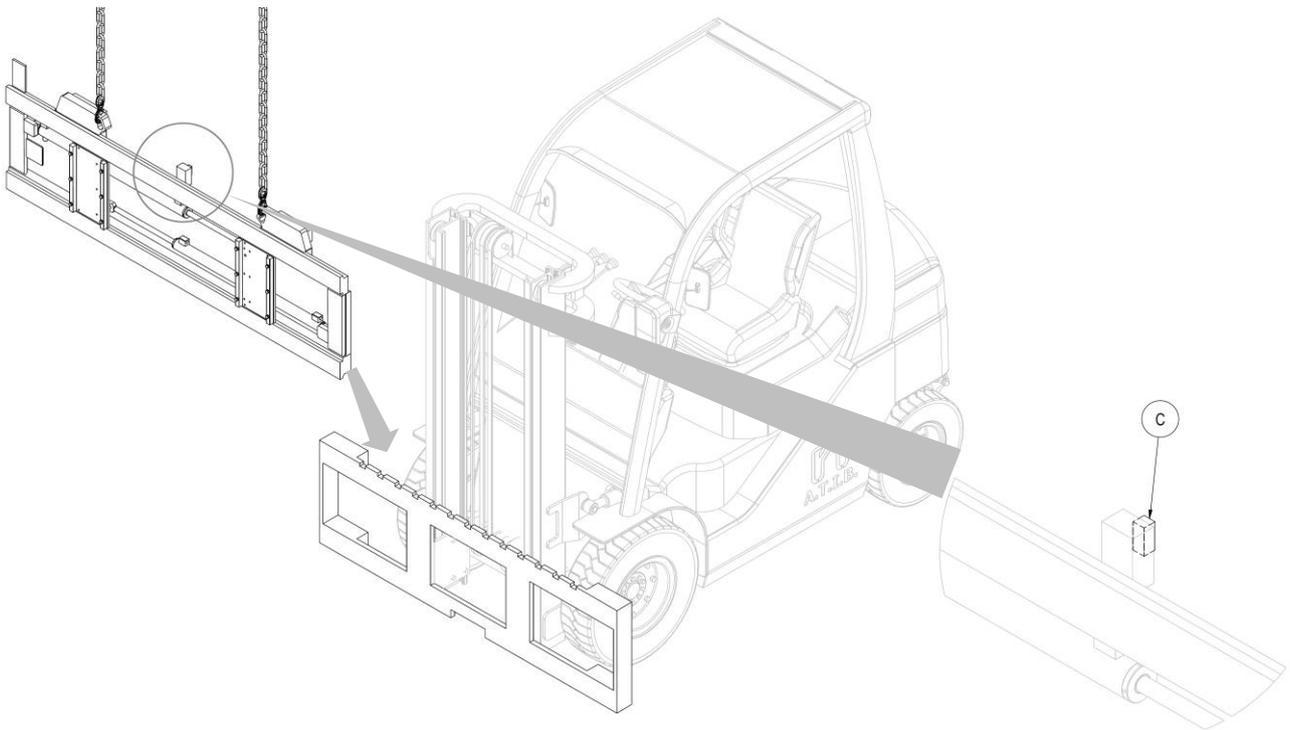

Figura 4
6. Enganche el equipo desde el punto de agarre superior y con un puente grúa colóquelo en la placa porta horquillas, teniendo cuidado de encajar el diente de centrado **C** en la muesca central de la placa (mira *Figura 4*).